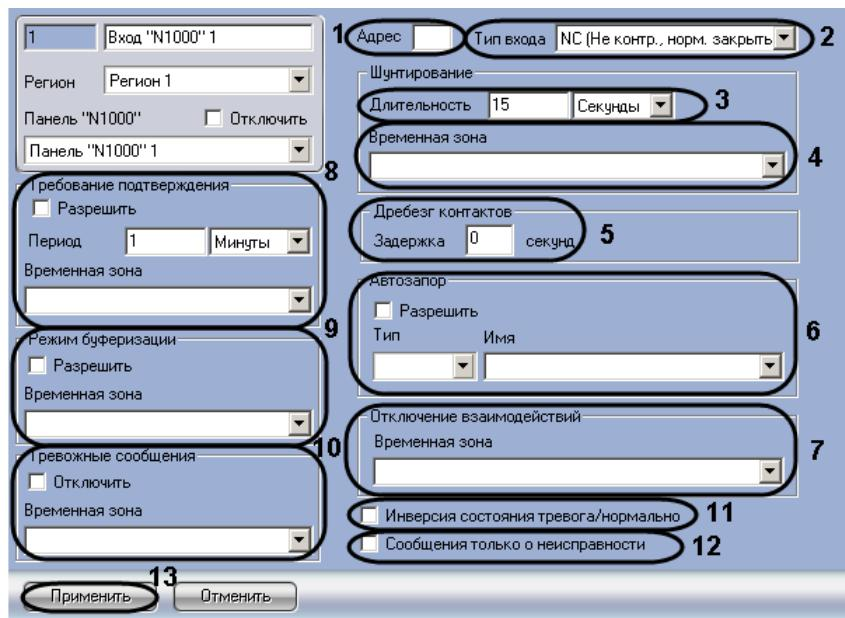

Рис. 3.5—2 Панель настроек объекта Вход “N1000”
2. Ввести адрес входа в поле **Адрес** (см. Рис. 3.5—2, 1).
3. Из раскрывающегося списка **Тип входа** выбрать тип входа (см. Рис. 3.5—2, 2).